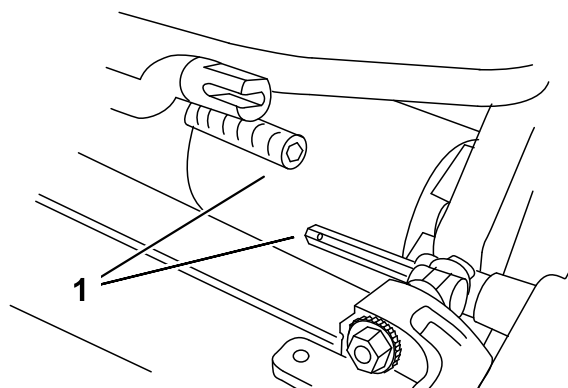

図 49
6. カッティングユニットを51 mmくらい引出し、次に右に引き出してトランスミッションのカップリング (図 49) を外す。